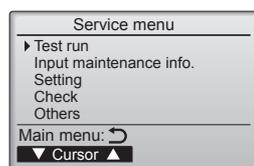

Fig. 7-3
- ③ Sélectionnez "Test run" (Test fonctions) à l'aide du bouton **[F1]** ou **[F2]**, puis appuyez sur le bouton . (Fig. 7-3)